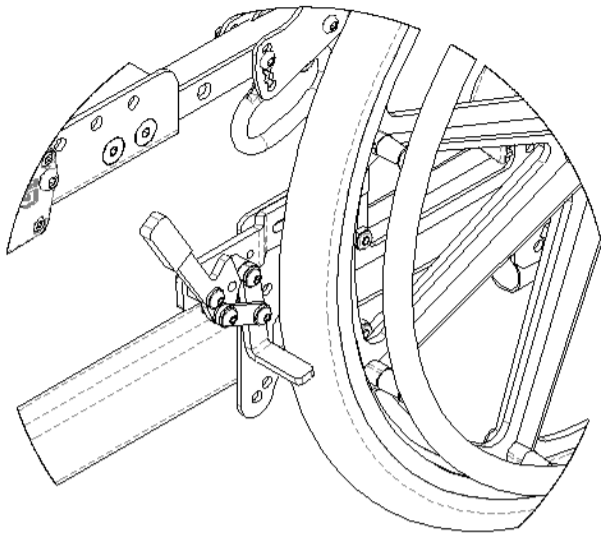

Fig. 15.38 Freno "push to lock" (standard)
1. Per azionare il freno "push to lock", spingere la leva in avanti finché non si bloccherà in posizione (Fig. 15.38)